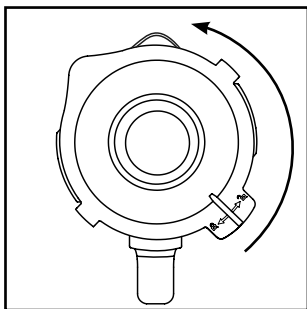

Fig. 1
- 1) Rode o copo misturador ③ para a esquerda, até a seta ▼ por baixo da pega do copo misturador ficar sobre a posição ↺. Levante o copo misturador ③ a direito, retirando-o do bloco do motor ⑥.
- 2) Remova a tampa ②, rodando-a para a esquerda na direção da posição ↺ (ver fig. 1), até a conseguir puxar para cima.
- 3) Encha o copo misturador ③ no mínimo até ao traço inferior da escala ⑧ e no máximo até à marca MAX. Para resultados ideais, recomendamos as seguintes quantidades máximas de enchimento: